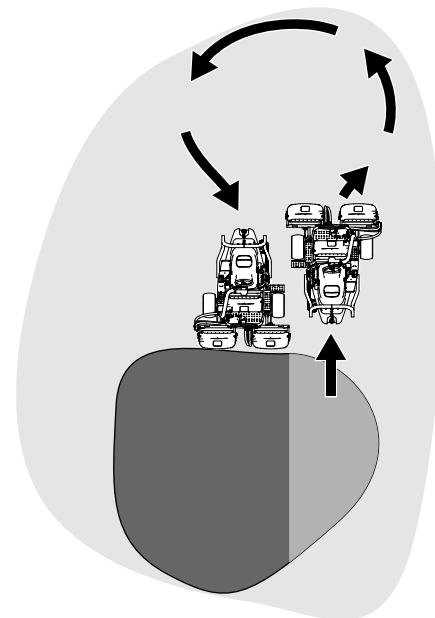

Figure 25
6. Pour réduire le temps de travail et faciliter l'alignement pour la passe suivante, tournez momentanément la machine dans la direction opposée, puis tournez-la vers la partie à tondre. Exécutez un demi-tour en « goutte d'eau » (Figure 25) pour aligner rapidement la machine pour la passe suivante.